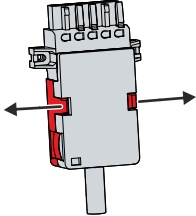

Abb. 20: Demontage Zugentlastungsgehäuse
1. Biegen Sie mit den Fingern die Rastnasen am Unterteil leicht nach außen (siehe Abb. 20).